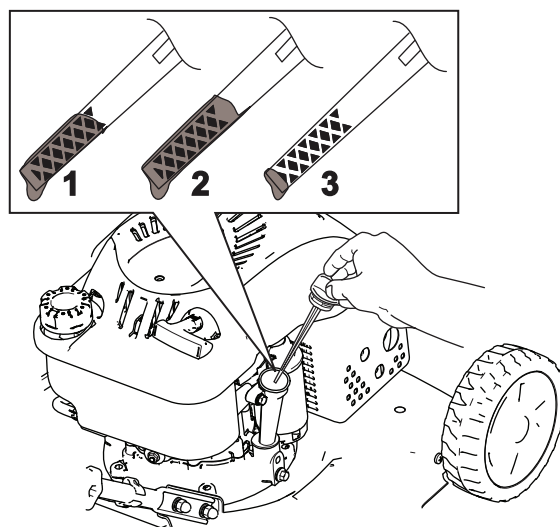

Figure 11
5. Relevez le niveau d'huile indiqué sur la jauge (Figure 11).
2. Tournez le bouchon dans le sens antihoraire et sortez la jauge (Figure 11).